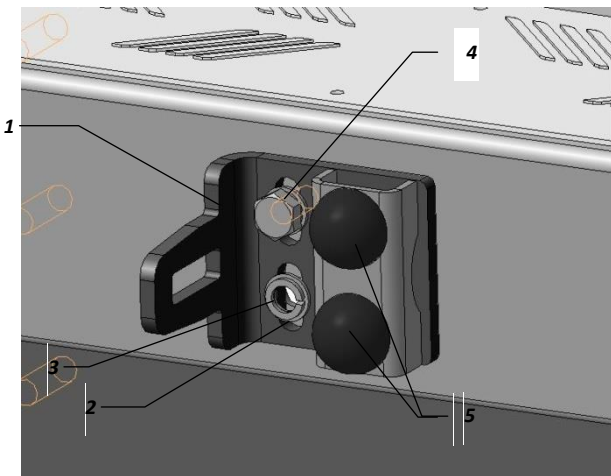
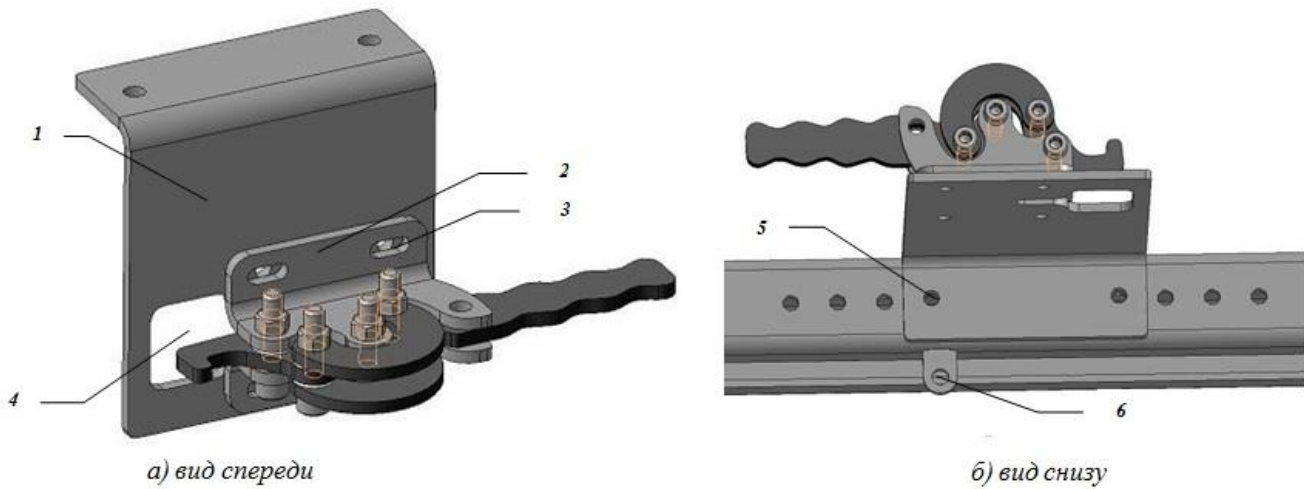

Рис. 6 Установка проушины
Рис. 8 (а, б) Установка запорного механизма
- а)* Установить проушину замка **1** на бампер, выровнять ее положение относительно ручки поворотного кронштейна при помощи пазов. Правильное (выровненное) положение проушины должно обеспечивать полное закрытие поворотного кронштейна, которое означает попадание проушины в проем, находящийся на основании замка и касание резинового отбойника задней стороны основания (см. рис. 8)
- а) Установить основание запорного механизма *1* на нижнюю плоскость калитки с рядом отверстий *рис.8 б*. Спозиционировать его таким образом, чтобы предварительно установленная проушина замка (*рис.6*), находилась примерно посередине проема *4* в закрытом положении калитки.
- в) Установить запорный механизм *2* на основание *1*, как показано на *рис.8 а*.